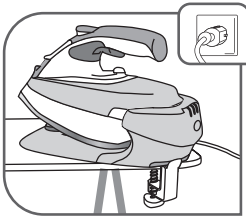

Fig.6
- Dugja be a lábazatot egy 220-240 V-os elektromos aljzatba – **fig.6.**